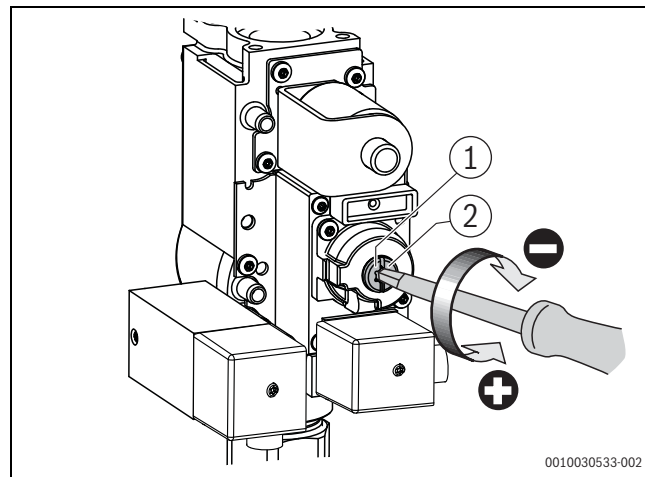

Bild 13 O₂-Gehalt bei Teillast einstellen (Kesselgröße 75 – 100 kW)
- ▶ Verschlusschraube an der Gasarmatur herausdrehen (→ Bild 13).
- ▶ O₂-Wert an der Teillast-Einstellschraube auf 5,4 % einstellen (→ Bild 13).